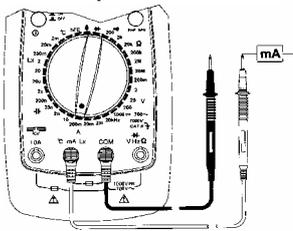

Рисунок 5
- (1) Вставьте штекер черного щупа в гнездо **COM**, а красного в гнездо **mA**.
- (2) Установите поворотный переключатель в положение требуемого диапазона **mA**. Подключите щупы, как показано на рис. 5.
- (3) Если на дисплее Вы увидите только символ "0L", это означает состояние перегрузки, и следует выбрать больший диапазон измерения.
- (4) Прочитайте на ЖК-дисплее показание результата измерения. Полярность красного щупа будет соответствовать полярности, индицируемой вместе с величиной напряжения.
- (5) Для измерения переменного тока нажмите кнопку ""; для возврата в режим измерения постоянного тока еще раз нажмите кнопку ".